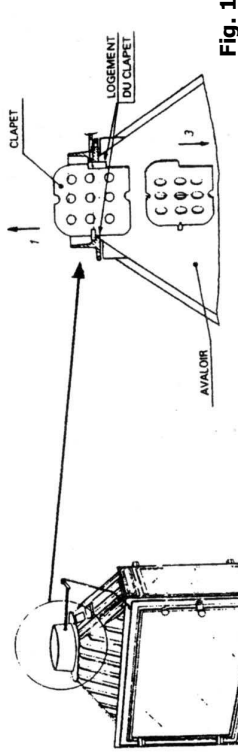

Fig. 1
- Enfiler l'axe de manœuvre (Rep A) (préalablement enduit de graisse haute température, fournie avec l'appareil dans la sortie ronde (le doigt orienté vers le bas), la rondelle (Rep B) et la commande clapet (Rep C) Attention au sens de montage (voir fig 1)
- 1- Monter le clapet suivant la flèche pour le déboîter de ses logements (fig. 1)
- 3- Descendre le clapet (fig.1)